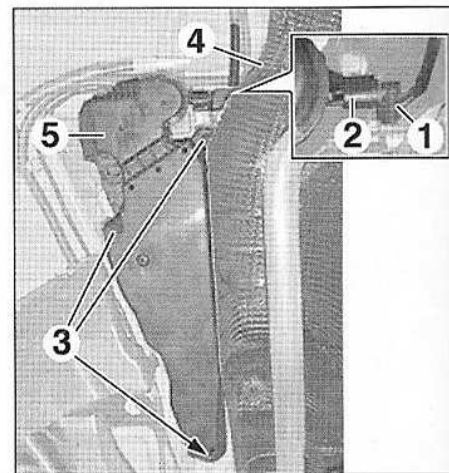

FIG.127
- Débrancher (Fig.127) :
- le connecteur (1),
- le raccord (2).
- Déverrouiller les fixations (3) d'un quart de tour.
- Ecarter la tôle pare-chaleur (4).
- Déposer le boîtier (5) avec le réservoir d'additif de carburant.